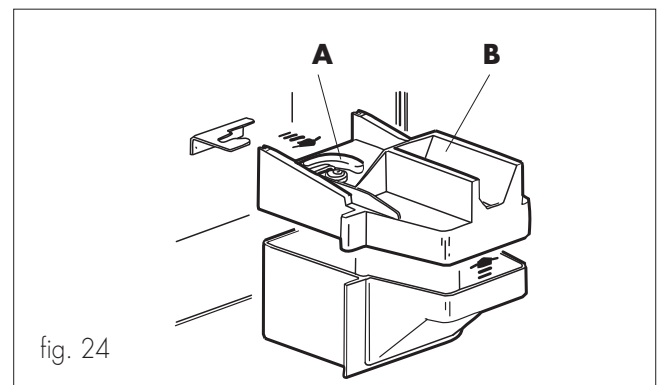

fig. 24
- Aprire la serratura di bloccaggio (rif. **A**, fig. 24) con l'apposita chiave.
- Togliere il coperchio (rif. **B**, fig. 24).
- Reinserirlo nella sua sede (fig. 24).